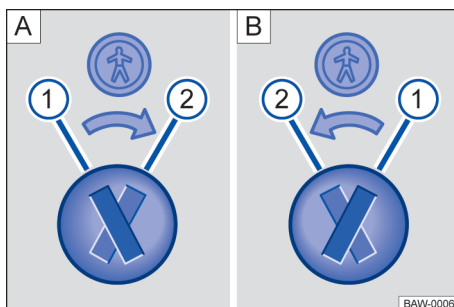

Fig. 36 Trava de segurança para crianças: [A] porta traseira esquerda, [B] porta traseira direita.
Legenda para → Fig. 36:
- Introduzir a haste da chave na ranhura da trava de segurança para crianças para ativar ou desativar → Fig. 36.